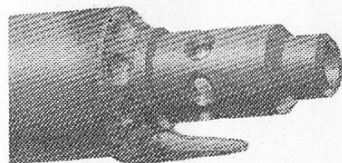

Рис. 4
4. Полностью открутить надульник (рис. 4 и 5).
9. Открутить надульник (рис. 4 и 5).